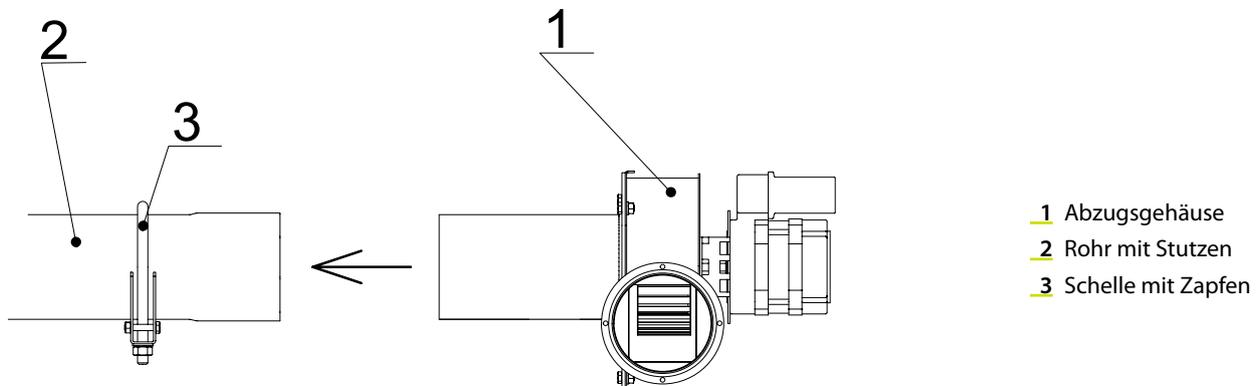

Abb. 27: Bestückung des Abzugsgehäuses
Das Abzugsgehäuse (OS) schieben wir so in den Stutzen des letzten Rohrs (Abb. 27), dass sich die Öffnungen für den Zapfen decken. Im Saugstutzen des Abzugsgehäuses sind 2 Öffnungen für den Zapfen. Sofern das Abzugsgehäuse so gedreht werden muss, dass sich keine Öffnung mit der Öffnung im Rohr deckt,